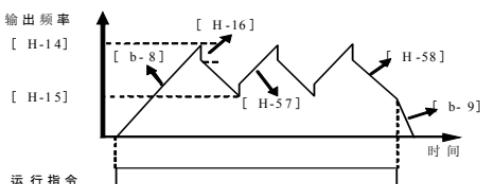

图 5-30 摆频运行 (方式 4)
***4:** **摆频运行。** 变频器以预先设定的加减速时间使设定频率周期性地变化。此功能尤其适用于纺织业等根据筒管的前后直径不同来让转速变化的系统。摆动运行如图 5-30 所示。